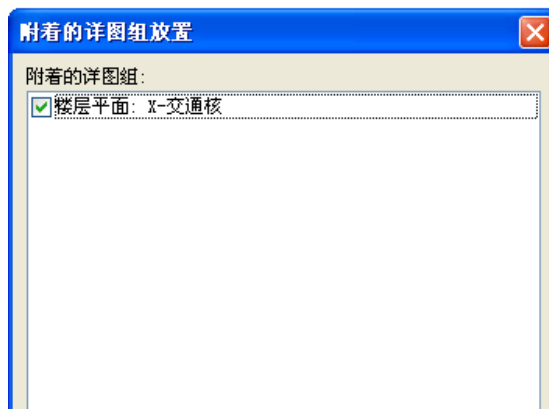

图 4-12
- 9) 选择刚刚复制的模型组“交通核”，单击“修改模型组”选项卡>“成组”面板>“附加的详图组”，在弹出的“附着的详图组放置”对话框勾选相应的详图组“楼层平面：X-交通核”并确定（如图 4-12 所示）。